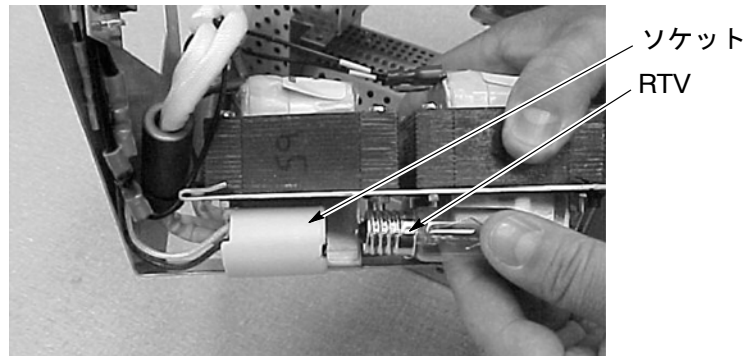

図 6-24 スターター電球の交換
2. 図6-24を参照。電球ベースでRTVシーラントを切り取って、電球をねじ出します。